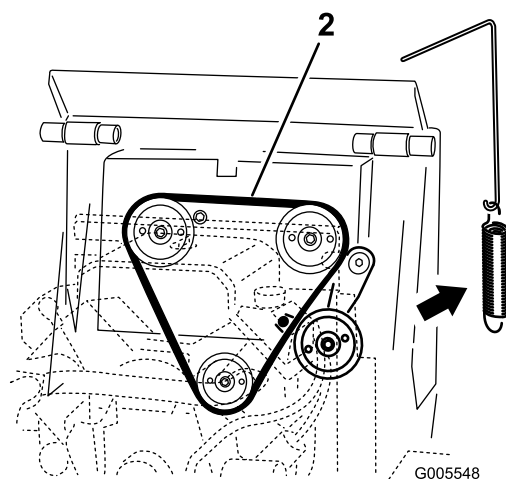

Figura 47
4. Retire el muelle de la polea tensora del conjunto de la polea tensora (Figura 47).
6. Instale una nueva correa de transmisión alrededor de las tres poleas (Figura 47).